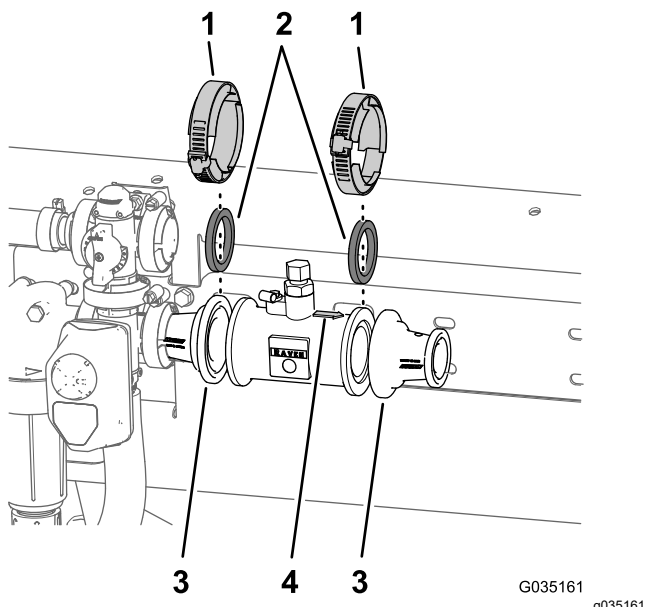

Рисунок 55
патрубком, расположенным с правой стороны главного регулирующего клапана (Рисунок 55).
- B. Установите, не затягивая, прокладку, расходомер и переходной патрубок (Рисунок 55) при помощи фланцевого хомута 76 мм (3 дюйма), снятого при выполнении пункта **2А** раздела **Демонтаж соединительной трубки и переходного патрубка** (страница 22).
- C. Совместите прокладку (2-1/4 дюйма) и переходной патрубок, снятые при выполнении пункта **2С** раздела **Демонтаж соединительной трубки и переходного патрубка** (страница 22), с концом расходомера, на который указывает стрелка направления (Рисунок 55).
- D. Установите уплотнительную прокладку, расходомер и переходной патрубок (Рисунок 55) при помощи фланцевого хомута 76 мм (3 дюйма), снятого при выполнении пункта **2А** раздела **Демонтаж соединительной трубки и переходного патрубка** (страница 22).